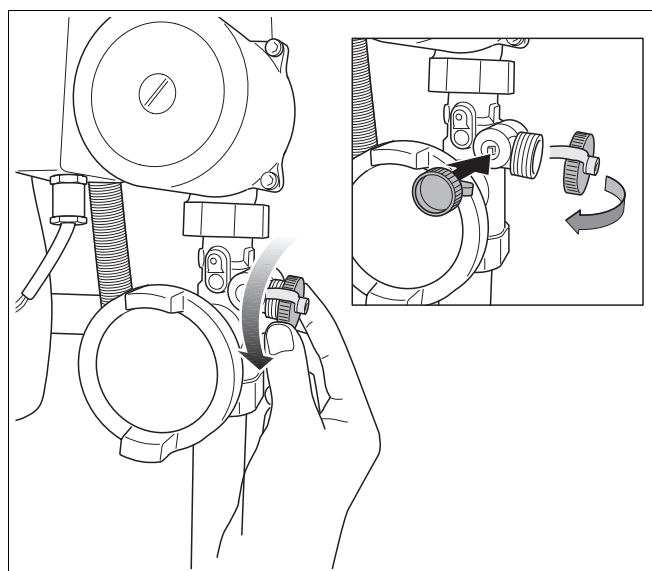

Fig. 56 Afdekdop van de vul- en aftapkraan verwijderen
- Verwijder de afdekdop (→ fig. 56).
- Sluit de vulslang aan op de waterkraan en vul deze met water (→ fig. 56). Zorg dat er geen lucht in de vulslang aanwezig is.